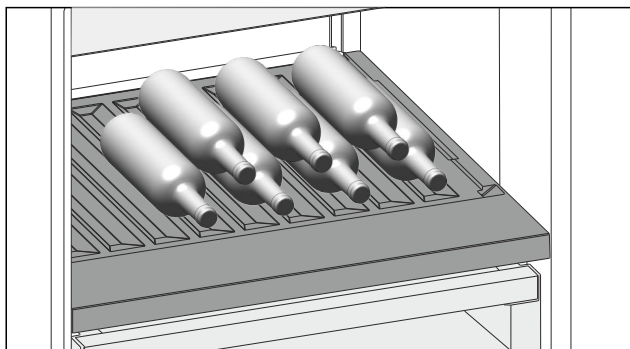

Fig. 115
- Indlæg flasker med bunden først, ind mod bagvæggen. (se Fig. 115)